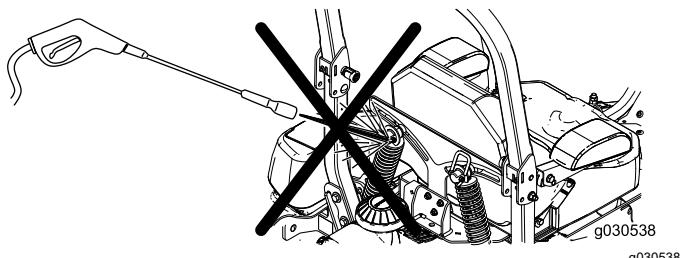

Figura 82
**Nota:** No limpie los conjuntos de amortiguador con agua a presión (Figura 82).